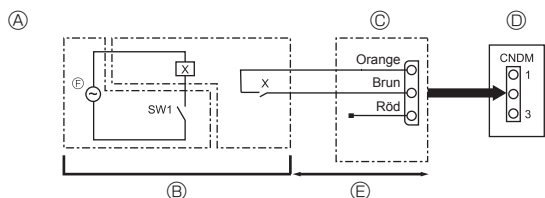

Fig. 9-1
9.1. Lägsta ljud-nivå (ändring på plats) (Fig. 9-1)